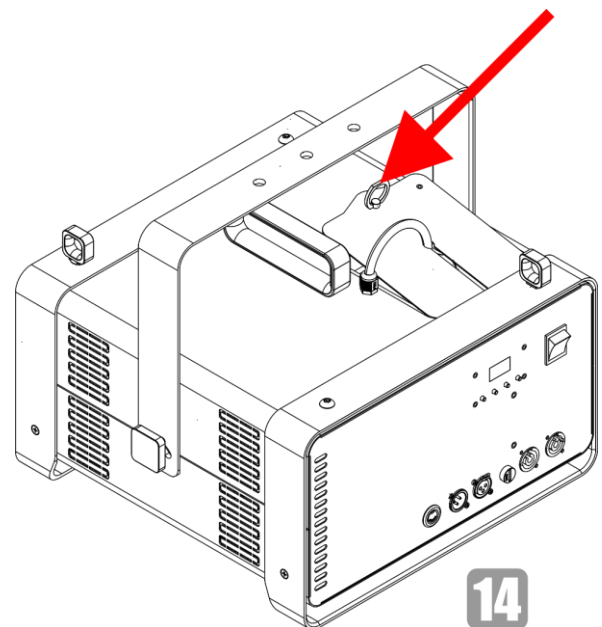

Fig. 32
- 14) Cierre la tapa de servicio como se indica en la Fig. 32.